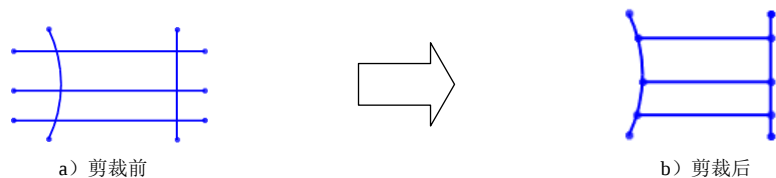

图 2.7.15 “在外剪除”方式
- 使用  (在外剪除) 方式可剪裁位于两个所选边界之外的开环实体, 如图 2.7.15 所示。